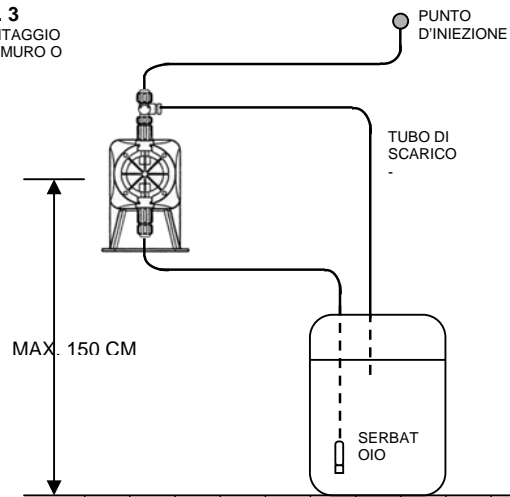

Fig. 4
- Montaggio della pompa con aspirazione inondata, la pompa è installata al livello del fondo del serbatoio (fig. 4).
- L'aspirazione con la pompa inondata (il livello dell'acqua nel serbatoio è più alto della pompa, fig. 4) è consigliata se si pompa la soluzione NaOCl o H_2O_2 . Tali composti sono instabili e producono bolle d'aria. Mantenendo la temperatura bassa del liquido si contribuisce all'eliminazione di questo processo.